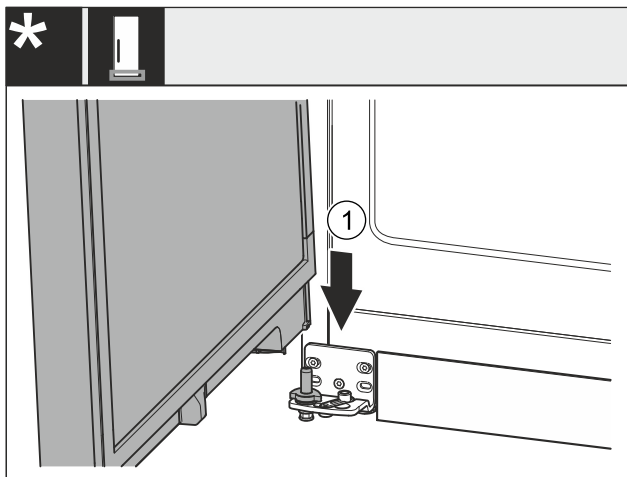

Fig. 44 *
- Tür von oben auf den unteren Lagerbolzen Fig. 44 (1) aufsetzen.*